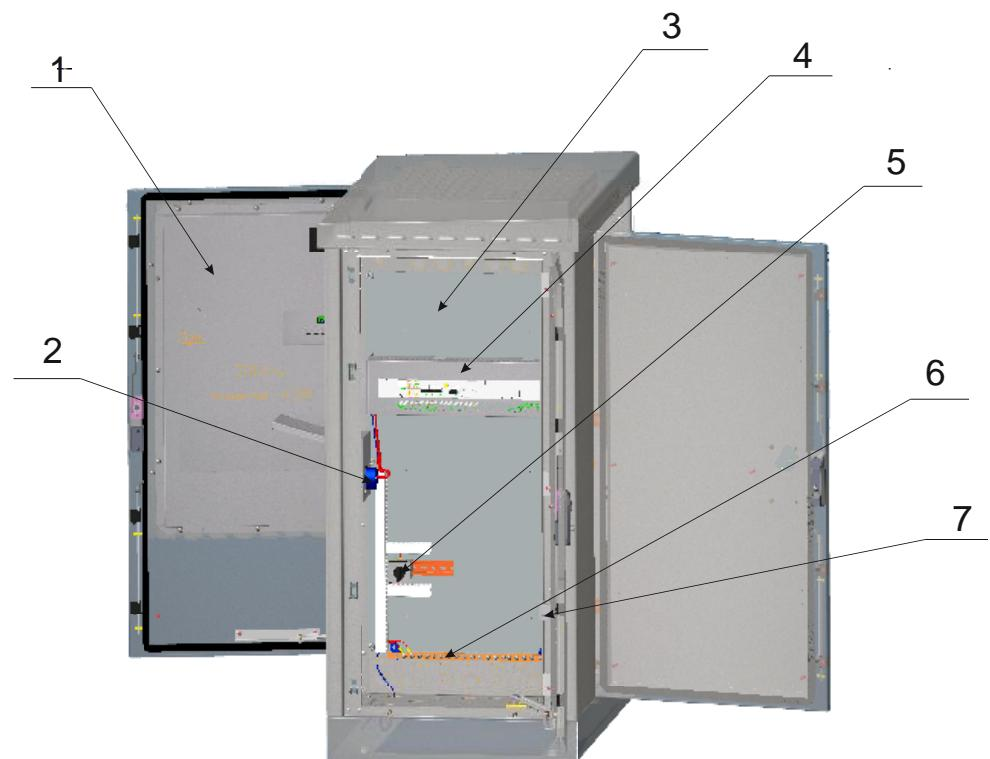
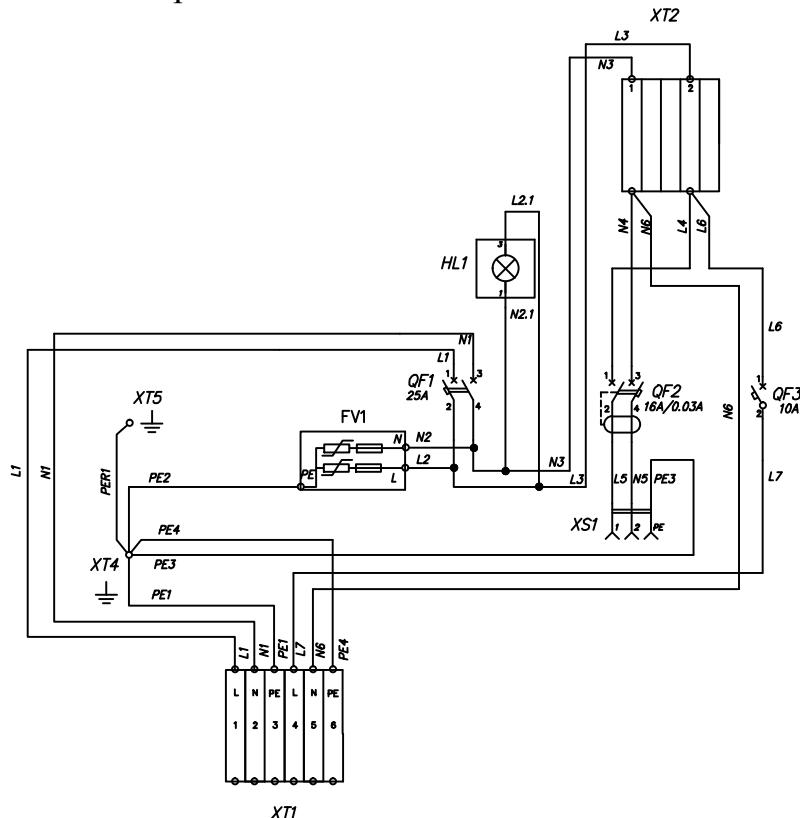

Рисунок 1. Общий вид шкафа серии ШТВ-2
Рисунок 3. Схема ВРУ
На оцинкованной панели (поз.3 рис.1) расположена DIN-рейка с кулачковым переключателем (поз.5 рис.1 для переключения питания с внешней сети на ДГУ), пластиковые короба, шина заземления (поз.6 рис.1) и ВРУ – вводно-распределительного устройства (поз.4 рис.1). Схема ВРУ показана на рис. 3. Внешние источники питания подключаются к однофазной вводной вилке (поз.2 рис.1). Система климат-контроля шкафа (поз.1 рис.1) встроена в дверь и подключен к одному из датчиков двери (поз. 9 и поз.7 рис.1) и к клеммным зажимам (поз.8 рис.1). Питание системы климат-контроля осуществляется через ВРУ.
ВРУ (вводно-распределительное устройство) представляет собой набор активных компонентов в отдельном корпусе. ВРУ может крепиться как на вертикальные направляющие так и на монтажную панель с помощью специальных кронштейнов. ВРУ служит для распределения питания, защиты шкафа от перегрузок и утечек, а также для защиты оборудования от высоких токов перенапряжения и грозовой защиты. Схема ВРУ и обозначение элементов представлена на рис.3 и табл.1.
Для защиты оборудования внутри шкафа от грозовых и внутренних перенапряжений в ВРУ используется ограничитель перенапряжения (FV1 на рис.3). Ограничитель перенапряжения состоит из основания и сменного модуля с индикатором: оранжевый - требуется замена модуля, зеленый флагок - в рабочем состоянии. Имеет встроенную тепловую защиту. Проверять состояние модулей следует согласно табл. 3.
3. Перевести автоматический выключатель (QF2) в положение «включено». Проверить с помощью специального инструмента напряжение 220В в розетке ВРУ (XS1 рис.3).